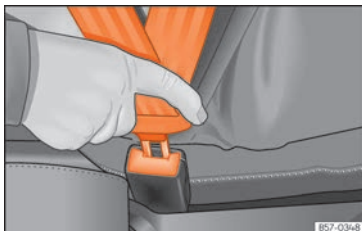

Fig. 11 Insérer la languette de la ceinture de sécurité dans son boîtier de verrouillage.
- Le pêne doit être encastré dans le boîtier de verrouillage du siège auquel il est destiné »» fig. 11.